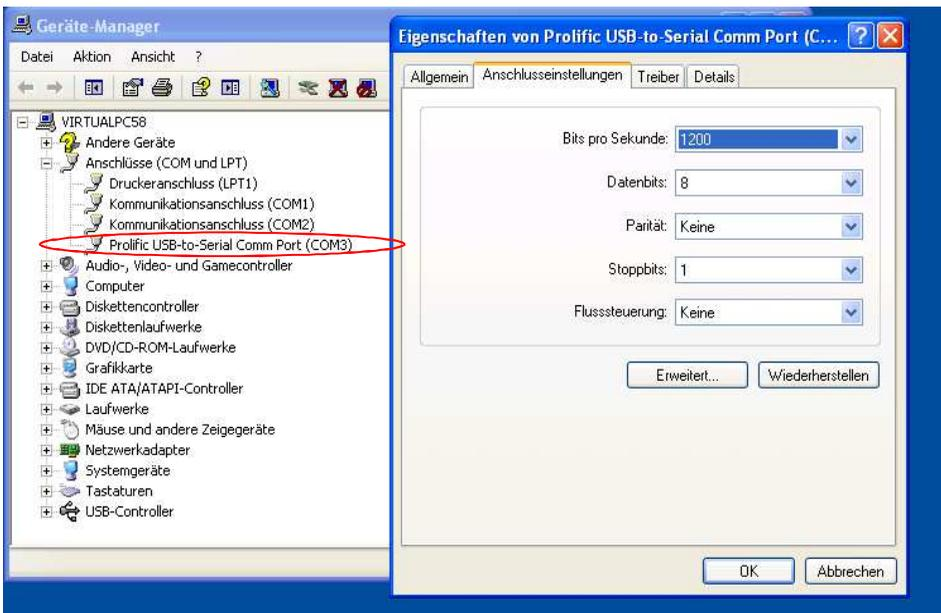

Abbildung 8: Geräte-Manager in Win XP
- Anschlusseinstellungen wie in Abbildung 8 einstellen